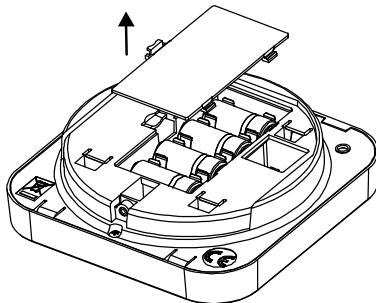

Abbildung 4
3. Öffnen Sie das Batteriefach (siehe Abbildung 4).